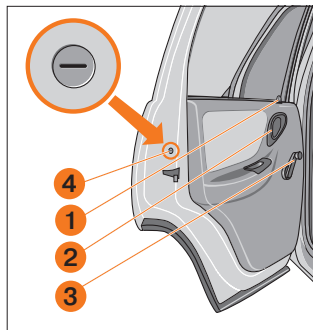

Рис. 9. Задняя дверь
**Задние двери** блокируются изнутри салона нажатием на кнопку **1** блокировки замка как при открытой, так и при закрытой двери (рис. 9).
ствие рукояткой **3** (рис. 9). Стекло задней двери опускается не полностью.
Если на заднем сиденье находятся дети, рекомендуется ключом зажигания повернуть шлиц защёлки **4** на 90° (рис. 9). В левой двери защёлку необходимо поворачивать по часовой стрелке, а в правой – против часовой стрелки. В этом случае, при поднятой кнопке **1** блокировки, дверь открывается только снаружи, а рукоятка **2** имеет свободный ход. Для обеспечения возможности открывания дверей изнутри поверните шлиц защёлки в обратном направлении.